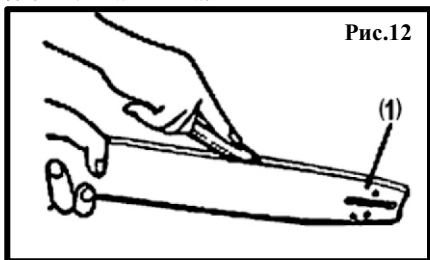

Рис.12
Когда пильная шина разобрана, удалите опилки в бороздке шины и масляном порте (см Рис.12,13). (1)-Маслянный порт на шине, (2)-Порт для смазки ведомой звёздочки, (3)- Ведомая звёздочка шины.